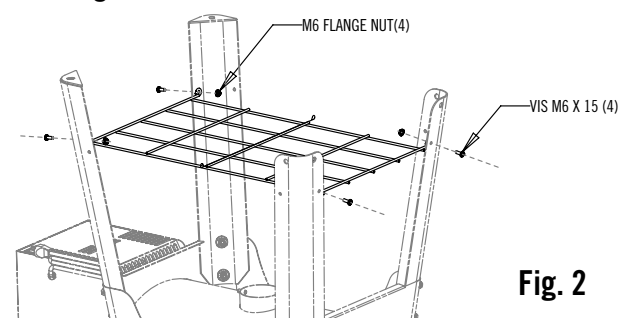

Fig. 2
2. Installer l'étagère inférieure comme le montre la Fig.2.